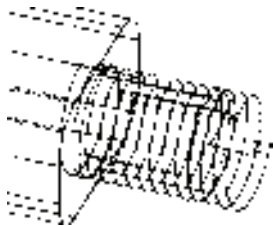

图 10-111 创建螺旋线
- ④ 单击“视图”工具栏中的“东南等轴测”按钮, 将视图切换到东南等轴测视图。结果如图 10-111 所示。